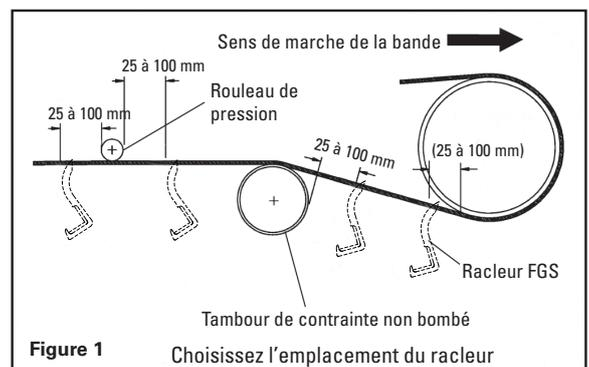

Figure 1 Choisissez l'emplacement du racleur
1. Mesurez la largeur du convoyeur (A), y compris jusqu'à l'extérieur de la structure (Figure 1).
6. Le système étant bien serré en position, installez l'assemblage de la lame et de la barre des bras de réaction du racleur et ajustez la position du racleur, comme illustré à la Figure 1, puis choisissez l'orientation de la lame de racleur, comme illustré à la Figure 2. Vérifiez que vous ayez assez de place pour faire pivoter les bras et qu'ils évitent tous les obstacles.